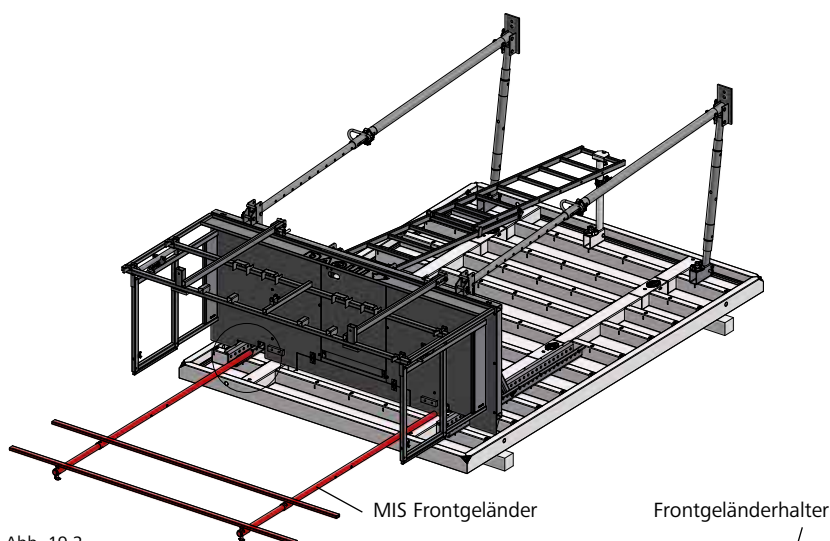

Abb. 19.2
20. Einfädeln des MIS Frontgeländers in Frontgeländerhalter an Ausklinkung des Plattformbeleges neben den Anlenkungen (Abb. 19.2 und 19.3).